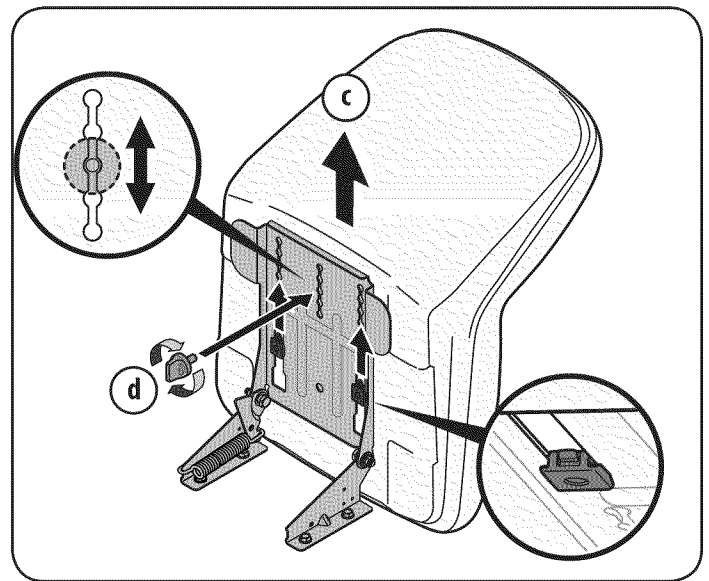

Figure 32
5. Para ajustar la posición del asiento, retire la perilla de ajuste en la parte inferior del asiento. Deslice el asiento hacia adelante o hacia atrás según se desee. Vuelva a instalar el tornillo de ajuste. Vea la Figure 32.